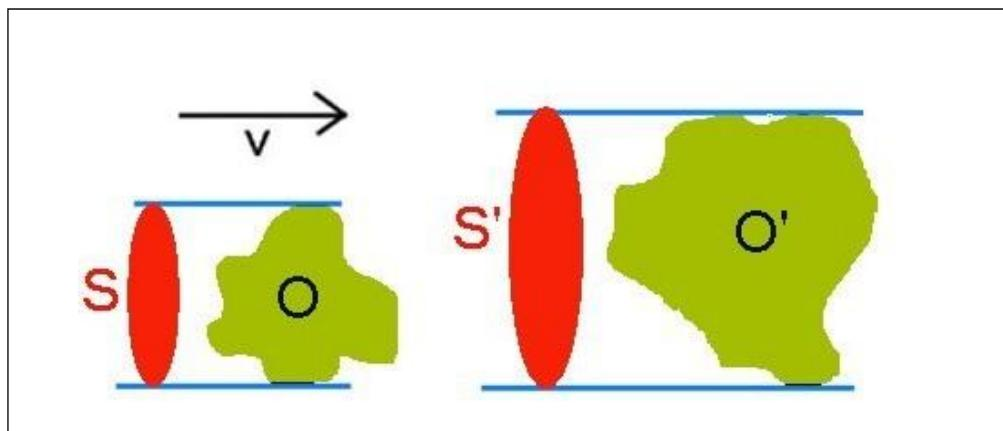

Figure A9 : La surface S de l'objet O exposé au vent V est plus petite que la surface S' de l'objet O' lui-même plus grand que O .
- (1) La **surface** exposée perpendiculairement à la direction du vent dépend donc du volume et de la grandeur de l'objet. Plus il est grand et plus sa surface exposée a une chance d'être grande. Voir figure A9.